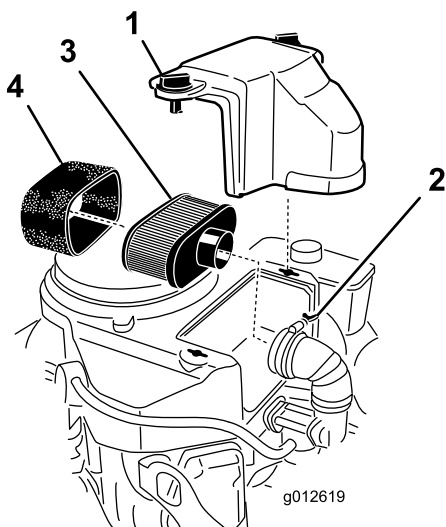

Figura 41
3. Limpie alrededor del limpiador de aire de forma que la suciedad no penetre en el motor y cause daños (Figura 41).
4. Desenrosque los pomos de la cubierta y retire la cubierta del limpiador de aire (Figura 41).
5. Desatornille la abrazadera y retire el conjunto del limpiador de aire (Figura 41).
6. Retire cuidadosamente el filtro de gomaespuma del filtro de papel (Figura 41).
**Nota:** Si está muy sucio, cambie el elemento de papel por uno nuevo (Figura 41).
1. Deslice cuidadosamente el filtro de gomaespuma sobre el filtro de papel (Figura 41).
2. Coloque el conjunto del limpiador de aire sobre su base o manguera y sujételo con la abrazadera (Figura 41).
3. Coloque en su posición la cubierta del limpiador de aire y apriete el pomo de la cubierta (Figura 41).